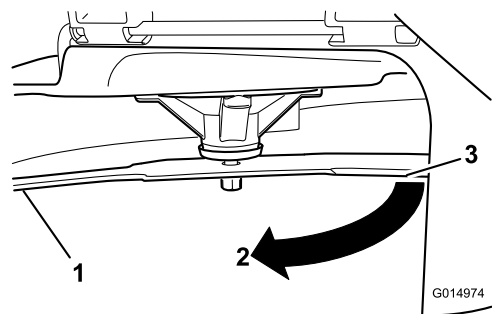

Figura 91
3. Mesurez la distance entre la lame et la surface (A)
4. Tournez la même lame de 180 degrés pour amener le tranchant opposé à la même position (Figura 91).